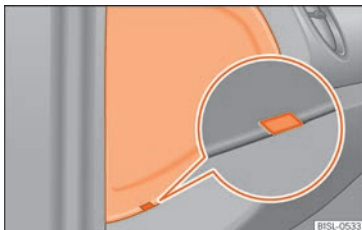

Fig. 44 Du côté du conducteur : cache du boîtier à fusibles du tableau de bord.
- Insérez un objet plat, par exemple un tourne-vis, dans l'évidement »» fig. 44 et retirez le cache avec précaution par effet de levier.